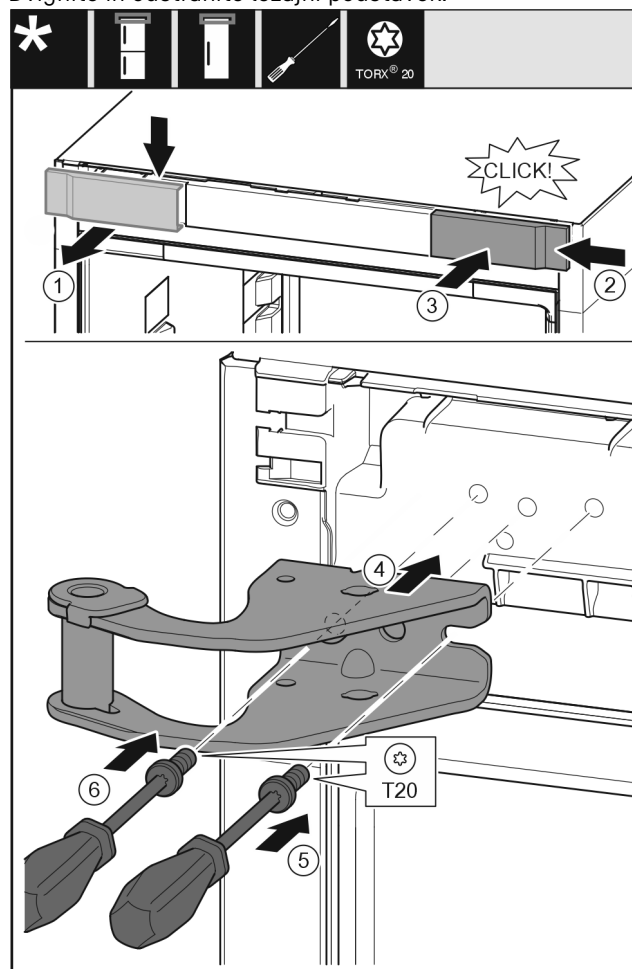

Fig. 11
- ▶ Pokrov snemite od zgoraj v smeri naprej. Fig. 11 (1)
- ▶ Pokrov, obrnjen za 180°, namestite na drugi strani z desne strani. Fig. 11 (2)
- ▶ Zatakните pokrov. Fig. 11 (3)
- ▶ Pristavite zgornji ležajni podstavek. Fig. 11 (4)
- ▶ Vijak vstavite z izvijačem T20 in ga zategnite. Fig. 11 (5)
- ▶ Vijak vstavite z izvijačem T20 in ga zategnite. Fig. 11 (6)